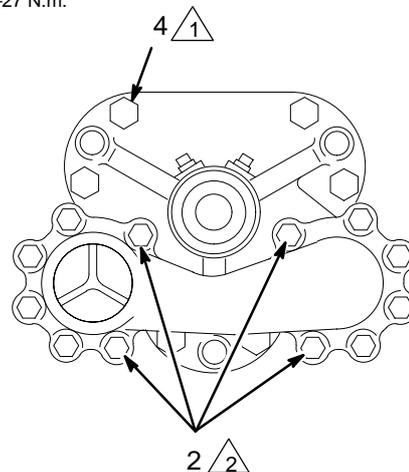

Fig. 15
28. Coloque el colector de entrada (1) en el alojamiento de la válvula de entrada (6). Instale los doce tornillos de cabeza (2) y las arandelas de seguridad (3) sin apretarlos.
29. Apriete los cuatro tornillos de cabeza interiores, opuesta y uniformemente, a un par de 3 N.m, para compensar la carga a que están sometidas las válvulas. Apriete los doce tornillos de cabeza, opuesta y uniformemente, a un par de 11,5–24,5 N.m. Vea la Fig. 15.
31. Lubrique e instale las nuevas juntas de hermeticidad (21*, 28*) en los alojamientos de entrada y de salida (6, 5). Coloque el cilindro (27) y los tubos de elevación (20) en su lugar en el alojamiento de la válvula de entrada (6). Coloque el alojamiento de salida (5) sobre el cilindro y los tubos de elevación.
32. Instale los seis tornillos de cabeza del cilindro (4), las arandelas de seguridad (18) y las tuercas (19). Apriete los tornillos de cabeza, opuesta y uniformemente, a un par de 81–88 N.m. Vea la Fig. 15.
33. Lubrique las juntas de hermeticidad (15*) y presiónelas una en cada lado del alojamiento de la válvula de salida (5). Presione los asientos (17), con los lados sin desgastar dirigidos hacia las bolas, en el alojamiento de la válvula de salida. Instale después las bolas (13) y las guías de las bolas (14).
34. Coloque el colector de salida (1) en el alojamiento de la válvula de salida (5) e instale, sin apretar, los doce tornillos de cabeza (2) y las arandelas de seguridad (3). Apriete los cuatro tornillos de cabeza interiores, opuesta y uniformemente, a un par de 3 N.m para compensar la carga de las válvulas. Apriete después los doce tornillos de cabeza, opuesta y uniformemente, a un par de 24–27 N.m. Vea la Fig. 15.
35. Apriete la tuerca prensaestopas (12) a 67 N.m. Afloje y vuelva a apretar a 27–34 N.m.